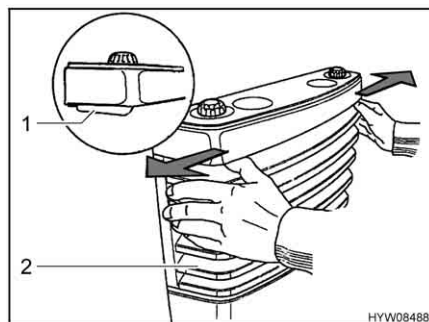

Fig. 142 Rimozione della copertura del riscaldamento
- Rimuovere la copertura del riscaldamento (Fig. 142,2). A tale scopo spingere contemporaneamente verso l'esterno le due leve di chiusura (Fig. 142,1) e ribaltare la copertura in avanti.